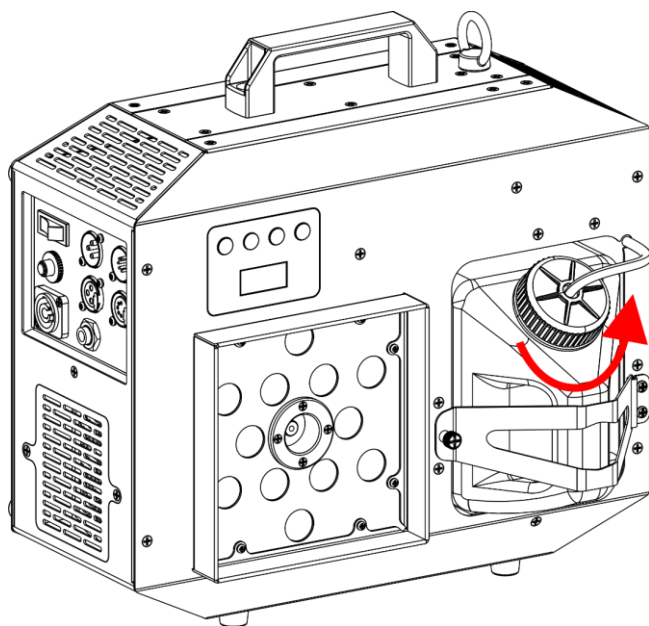

Fig. 06
- 01) Mettere il dispositivo in posizione verticale e svitare il coperchio del serbatoio del liquido, come illustrato nella Fig. 06.